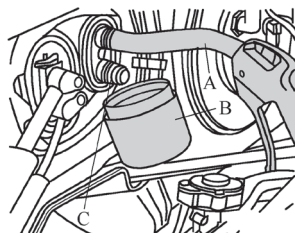

图 5-58 收集冷却液
5) 如图 5-58 所示，将一根软管 A 插到热交换器的上部接口上。在下面的接口 C 下固定一个容器 B。用气动喷枪小心地将热交换器中的冷却液吹入容器 B 中。